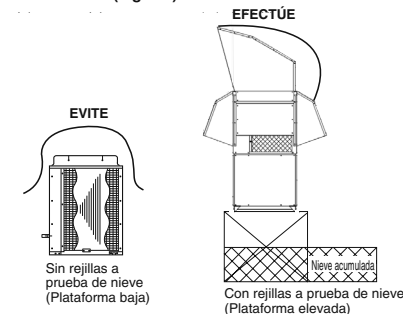

Fig. 2-5
En regiones con mucha nieve, la unidad exterior debe dotarse de una plataforma elevada y sólida y de rejillas contra la nieve. (Fig. 2-5)
- La plataforma debe ser más alta que la profundidad máxima de la nieve. (Fig. 2-5)